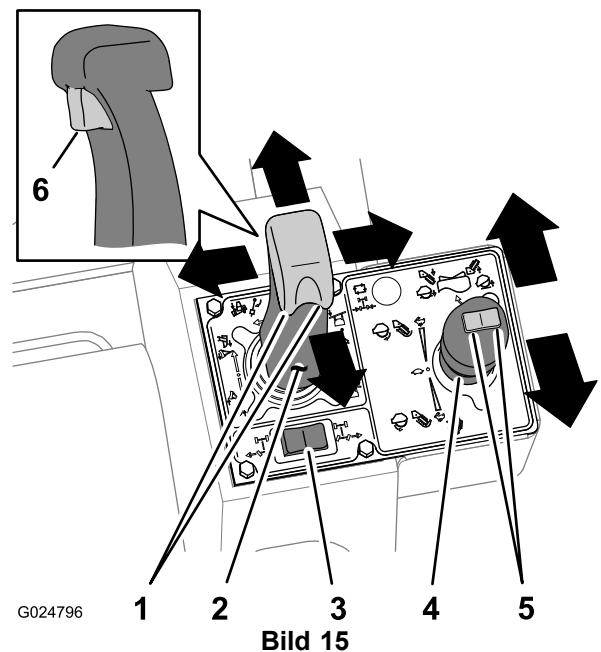

Bild 15
- Drücken Sie den Joystick nach vorne, um das Planierschild oder den Rüttelpflug abzusenken, oder ziehen Sie den Joystick zurück, um das Planierschild oder den Rüttelpflug anzuheben (Bild 15).
- Bewegen Sie den Joystick nach links, um das Planierschild nach links zu kippen, oder bewegen Sie den Joystick nach rechts, um das Planierschild nach rechts zu kippen (Bild 15).
- Drehen Sie das Daumenbedienelement nach links, um das Planierschild nach links zu schwenken, oder drehen Sie das Daumenbedienelement nach rechts, um das Planierschild nach rechts zu schwenken (Bild 15).
- Drehen Sie das Daumenbedienelement nach links, um den Rüttelpflug nach links zu lenken, oder drehen Sie das Daumenbedienelement nach rechts, um den Rüttelpflug nach rechts zu lenken (Bild 15).
- Betätigen Sie den Abzug am Joystick, um das Planierschild nach oben oder unten zu bewegen (Bild 15).
- Bewegen Sie den Joystick nach hinten, um die Vibration des Pflugplanierschilds zu starten (Bild 15).
- Bewegen Sie den Joystick noch weiter nach hinten, um die Vibration zu verstärken (Bild 15).
- Schieben Sie den Joystick zur Neutral-Stellung, um die Vibration zu verringern und abzustellen (Bild 15).
- Schieben Sie den Joystick nach vorne, um die Grabkette in der Vorwärtsrichtung einzuschalten (Bild 15).
- Bewegen Sie den Joystick noch weiter nach vorne, um die Kettengeschwindigkeit zu erhöhen (Bild 15).
- Schieben Sie den Joystick in die Neutral-Stellung, um die Grabkette anzuhalten (Bild 15).
- Drücken Sie den linken Schalter, um den Fräsbaum des Anbaugeräts abzusenken (Bild 15).
- Drücken Sie den rechten Schalter, um den Fräsbaum des Anbaugeräts anzuheben (Bild 15).